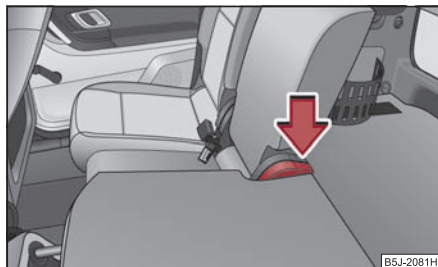

Fig. 72 Relever le dossier
- Appuyez sur la manette ⇒ fig. 72 et relevez le dossier. Assurez-vous que le dossier du siège est correctement bloqué.